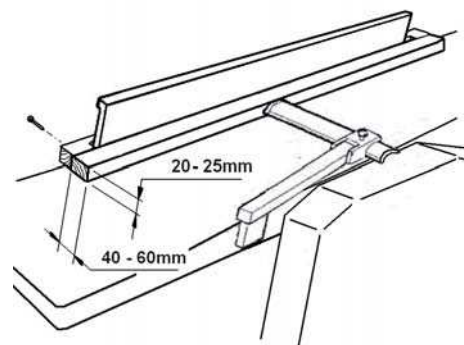

Рис. 14
- Закріпіть допоміжну огорожу, аби забезпечити безпечне спрямовування вузьких деталей (див. Рис. 14).